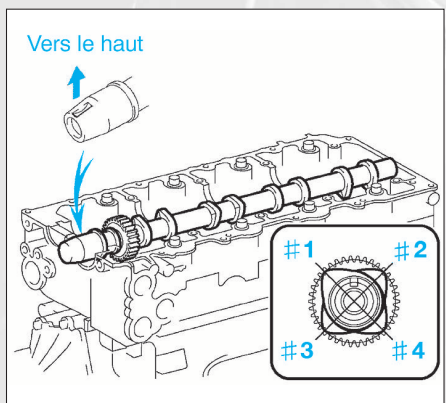

FIG. 74
- Enduire d'huile moteur les cames, les surfaces de contact et les engrenages des arbres à cames, ainsi que le tourillon de roulement de la culasse, puis placer l'arbre à cames d'admission sur la culasse (fig. 74).